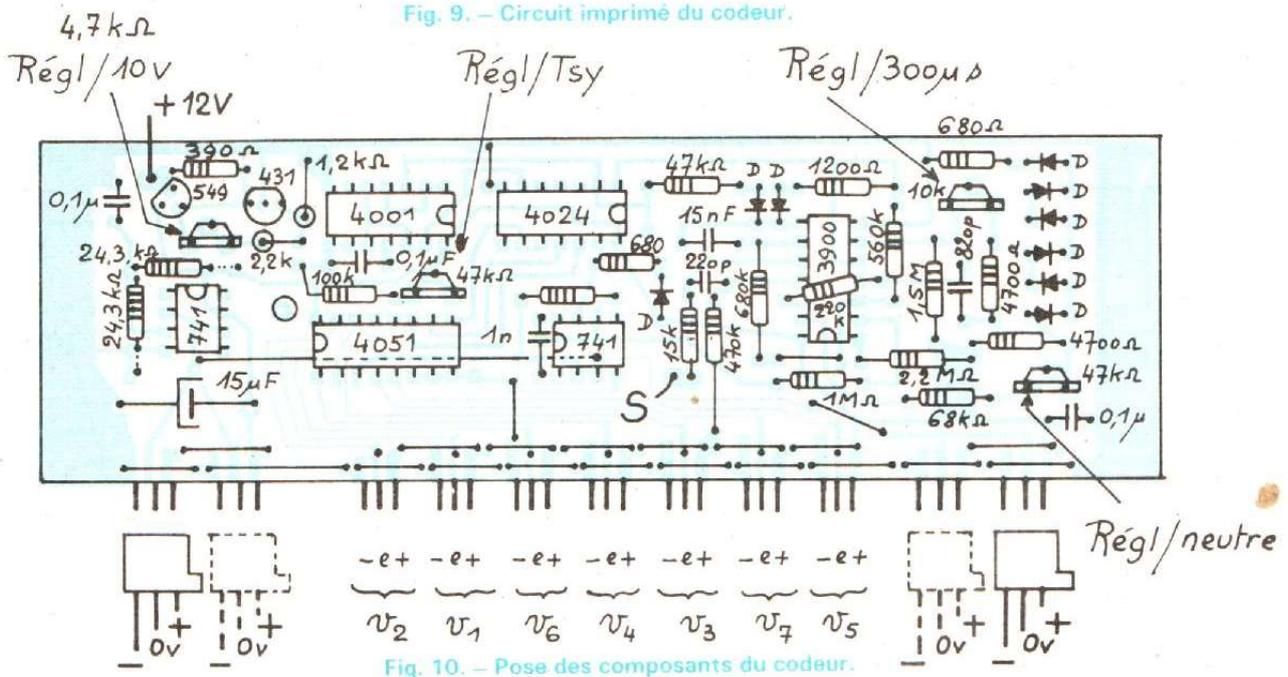

Fig. 10. - Pose des composants du codeur.
c) Le montage (voir la fig. 10)